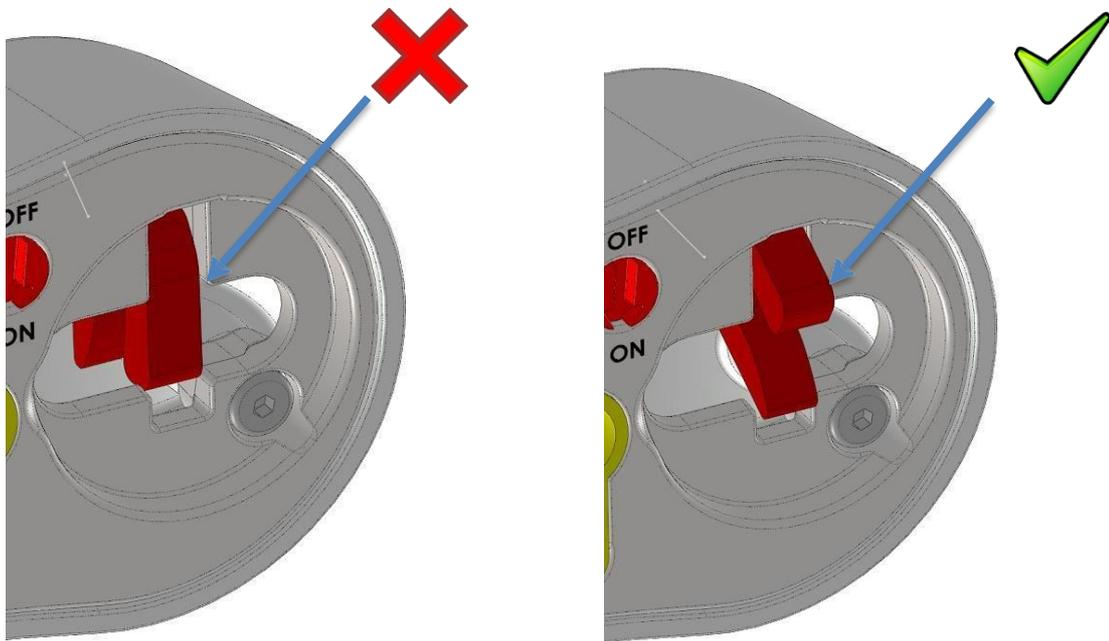

Fig.12
**Vérifier que la came est ouverte avant de fermer la porte (la came heurterait violemment la gâche) (fig.12).**